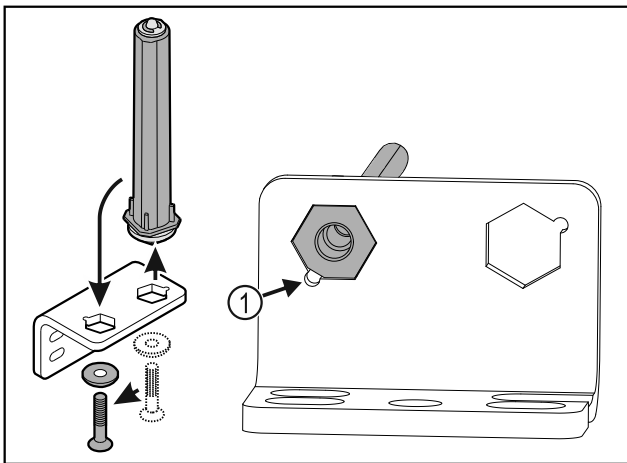

Fig. 19
- ▶ Verificare che durante l'inserimento lo smusso del perno Fig. 19 (1) sia rivolto verso il foro circolare.